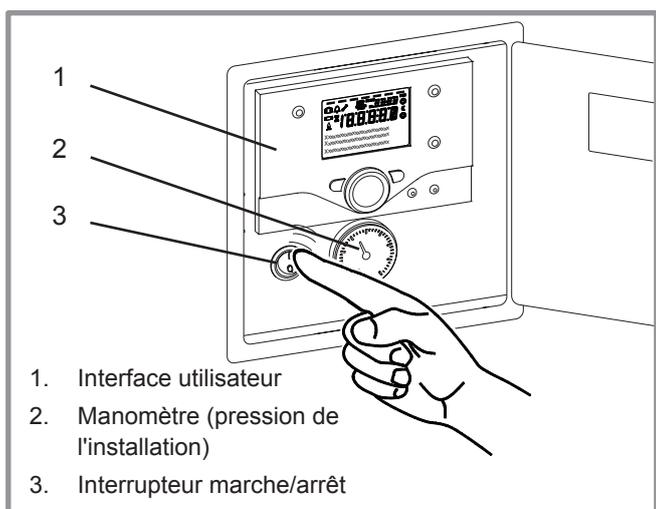

figure 4 - Mise en marche
- S'assurer que l'installation est bien remplie d'eau et correctement purgée et que la pression au manomètre (rep. 2, **figure 4**) est suffisante (1,5 à 2 bar).